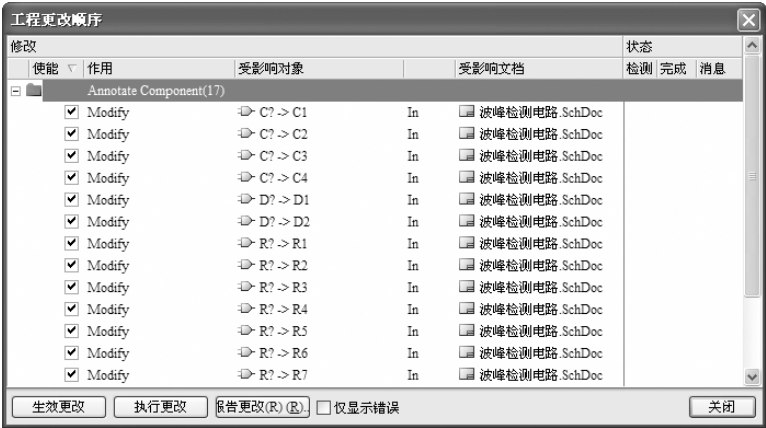

图 6-11 “工程更改顺序”对话框
4) 在“提议更改列表”中可以查看重新编号后的变化。如果对这种编号满意，则单击“接受更改”按钮，在弹出的“工程更改顺序”对话框中更新修改，如图 6-11 所示。